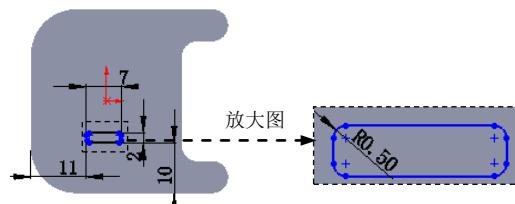

图 12.3.20 横断面草图
② 定义横断面草图。在草图环境中绘制图 12.3.20 所示的横断面草图。
(3) 定义切除深度属性。在“切除一拉伸”对话框 **方向1** 区域的 **下拉列表** 中选择 **给定深度** 选项，选中 **与厚度相等(L)** 复选框与 **正交切除(N)** 复选框。其他选择默认设置值。
(4) 单击 **确定** 按钮，完成切除一拉伸 1 的创建。